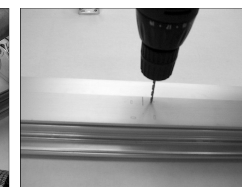

Рис. 3
Рис. 3 бис
- C. Просверлите оконную раму подходящей коронкой и установите опорный кронштейн двигателя, убедившись, что винты надежно затянуты (рис. 3 и рис. 3bis).
- C. Просверлите отверстия в раме и прикрутите опорный кронштейн двигателя, убедившись, что все винты плотно затянуты (рис. 3 и рис. 3bis).